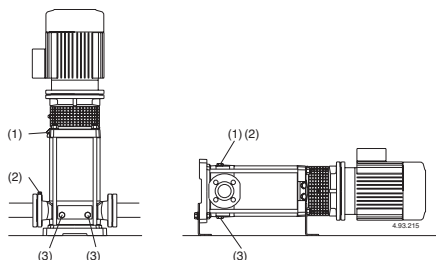

Рис. 4Д (1) Наполнение и отдушина
При положении насоса выше уровня перекачиваемой жидкости (работа в режиме всасывания, рис. 3А) или при недостаточной высоте напора (менее 1 м) для открытия обратного клапана наполните всасывающую трубу и насос через соответствующее отверстие (1) (рис. 4а, 4д). Для удобства можно использовать шланг (или колено) и воронку.
Во время наполнения винт со штифтом (14.17) в сливной пробке (14.12) должен быть откручен, чтобы имелось соединение между камерой подающей части и камерой всасывающей части (рис. 4а).
Рис. 4а Наполнение:
Рис. 4б При работе: внутренний проход открыт
При горизонтальной установке наполнять и выпускать воздух через отверстия (1) на корпусе насоса (14.00). При работе под гидравлическим напором (рис. 3В) наполняйте насос, медленно открывая задвижку на всасывающей трубе до полного раскрытия; при этом, задвижка в подающей трубе и отдушны (1) и (2) должны быть полностью открыты (рис. 4), чтобы выпустить воздух.
Закройте отдушины (1) и (2) (рис. 4д). Для MXV-B, MXV(L) 25-32-40-50 е MXV(L)4 25-32-40- 50 Затяните игольчатый винт (14.17) в сливной заглушке (14.12) (рис. 4б) и закройте отверстие для выпуска ВОЗДУХа (14.04). Запустите насос, закрыв задвижку на подаче и полностью открыв задвижку на всасывании. Сразу же после этого медленно откройте задвижку на подаче, регулируя рабочие параметры в пределах, указанных на заводской табличке.
Если заливка прерывается (непостоянный поток на подаче при открытых задвижках) или если вавление на манометре колеблется, проведите повторный выпуск воздуха на всасывании (2), проверить герметичность всех соединений всасывающей трубы и крепко затянуть выпускную заглушку (2) и сливные заглушки (3) со стороны всасывания (рис. 4).
По возможности, как в случае временной работы с грязными жидкостями, прокачайте через насос немного чистой воды для удаления осадков. Либо, после слива воды, промойте насос, залив не менее 40 л чистой воды в заливное отверстие (1) со стороны подачи и дав ей выйти через сливное отверстие (3) со стороны всасывания (рис. 4).
Перед разборкой насоса отсоединить провод от зажимной коробки, закройте задвижки на всасывании и подаче и слейте жидкость из корпуса насоса (рис. 4).
5. снять винты (61.07) и снять втулку (32.00) с подшипником (66.00) и соединением (64.22) с верхней крышки (34.02) и вала (64.00) - рис. 4б;